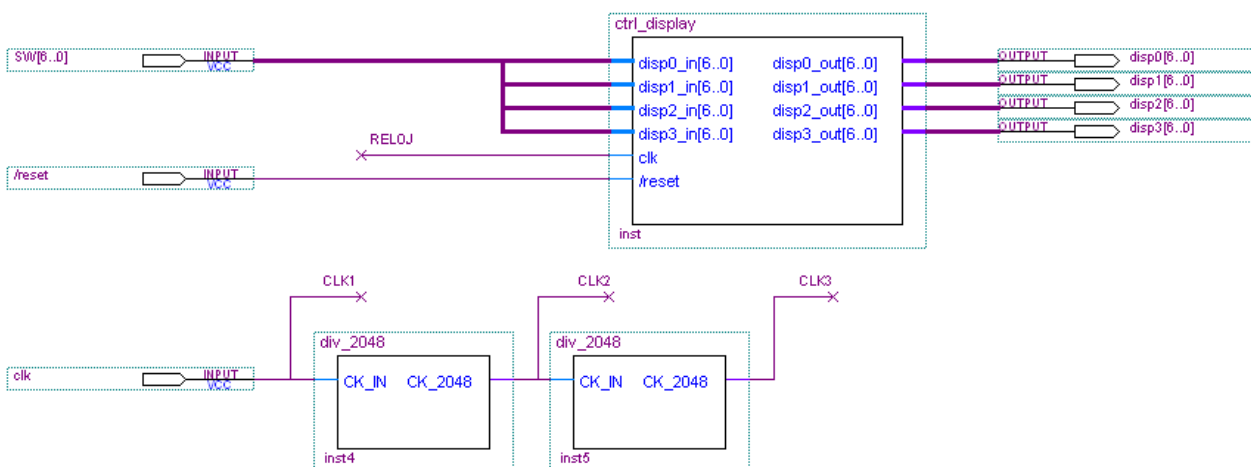

Figura 1 Circuito de prueba parte a)
- Generar un proyecto en el Quartus II con el circuito indicado en la figura 1. Analizar el circuito y simular con la señal RELOJ conectada a CLK1.